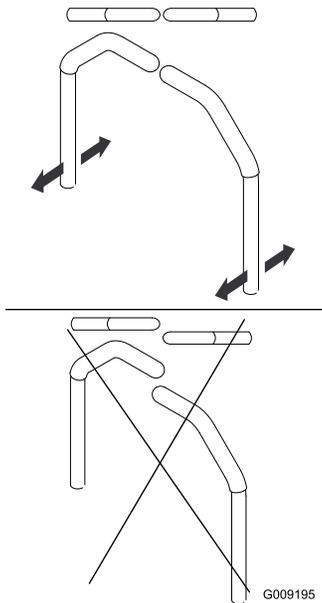

Figura 63
4. Ajuste la posición delante/detrás de las palancas acercándolas a la posición de punto muerto y deslizándolas hasta que queden alineadas, y luego apriete los pernos (Figura 63).